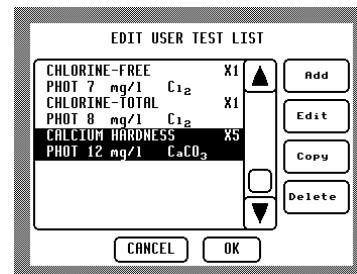

图 21 – 常用检测项目列表编辑界面
- 点击 **System** ... **Edit User List** 然后点击 **Edit Test List**. 当前包括在列表中的检测项目会在一个滚动窗口中显示，见图 21 :-
- 点击 **System** ... **Edit User List** 然后点击 **Edit Test List**。当前用户的检测项目会在一个滚动窗口中显示，（见图 21，第 28 页）